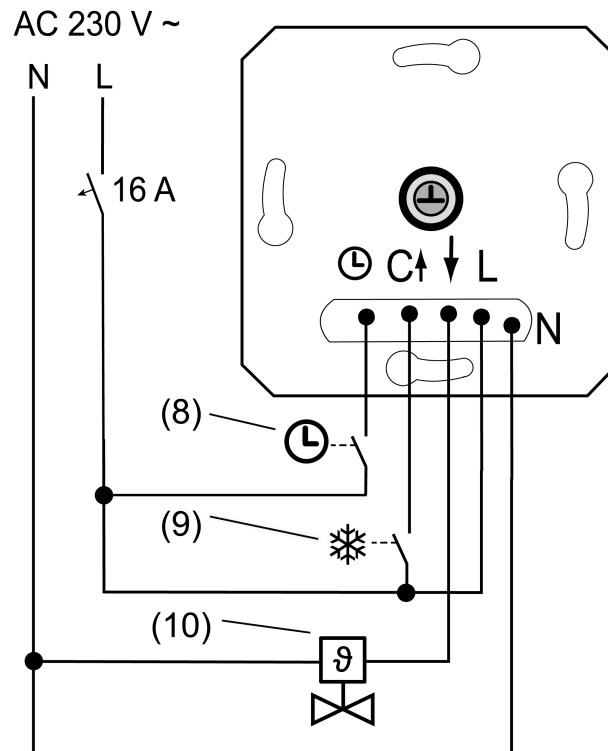
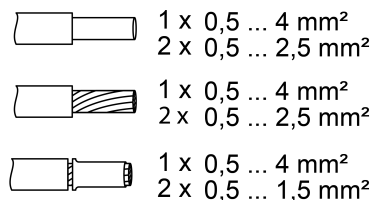

Bild 2: Anschlussbeispiel des Einsatzes
Bild 3: Klemmbarer Leiterquerschnitt
- Elektrothermischen Stellantrieb (10) an Einsatz (1) gemäß Anschlussplan (Bild 2) anschließen. Leiterquerschnitte beachten (Bild 3).
- Optional den Eingang ECO-Betrieb ☉ über einen Schaltkontakt einer Zentraluhr (8) beschalten.